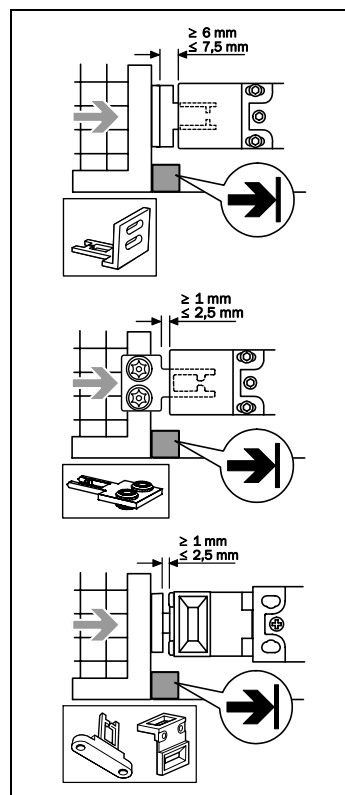

Fig. 2: montaggio dell'attuatore e dell'interruttore di sicurezza
! Gli interruttori di sicurezza e attuatori non vanno utilizzati come finecorsa, vedere Fig. 2.
- Predisporre un ulteriore finecorsa per la parte mobile del dispositivo di protezione (vedere Fig. 2).
- Prestare attenzione alla profondità di inserimento degli attuatori (vedere Fig. 2).